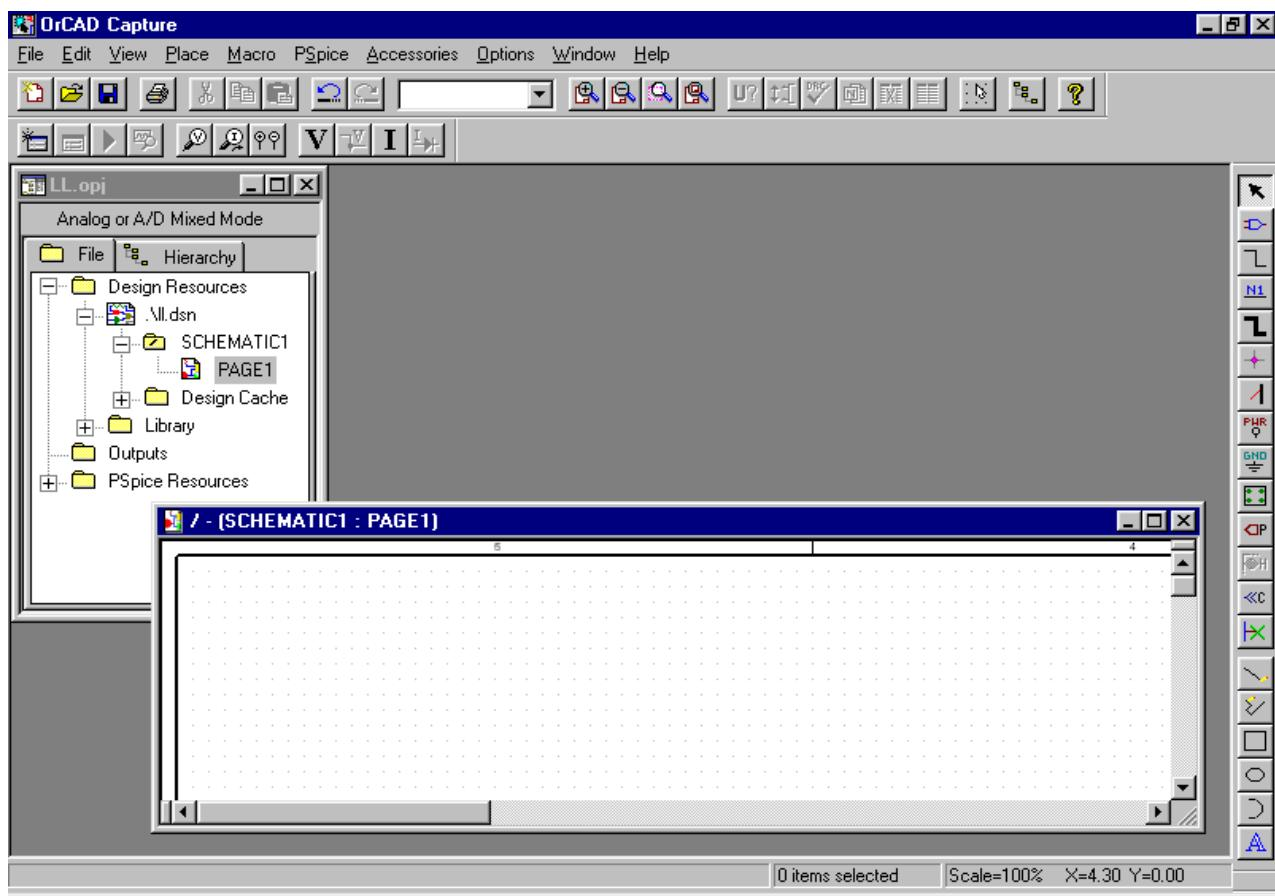

Рисунок 3 – Окно редактора схем
**Особое внимание** следует обратить на то, что все выбираемые библиотеки должны располагаться в каталоге «**PSpice**», иначе симуляция будет невозможна. Любую из библиотек можно будет подключить позже при создании схемы устройства. Нажатие на кнопку «**Готово**» приводит к открытию окна редактора схем (рисунок 3).